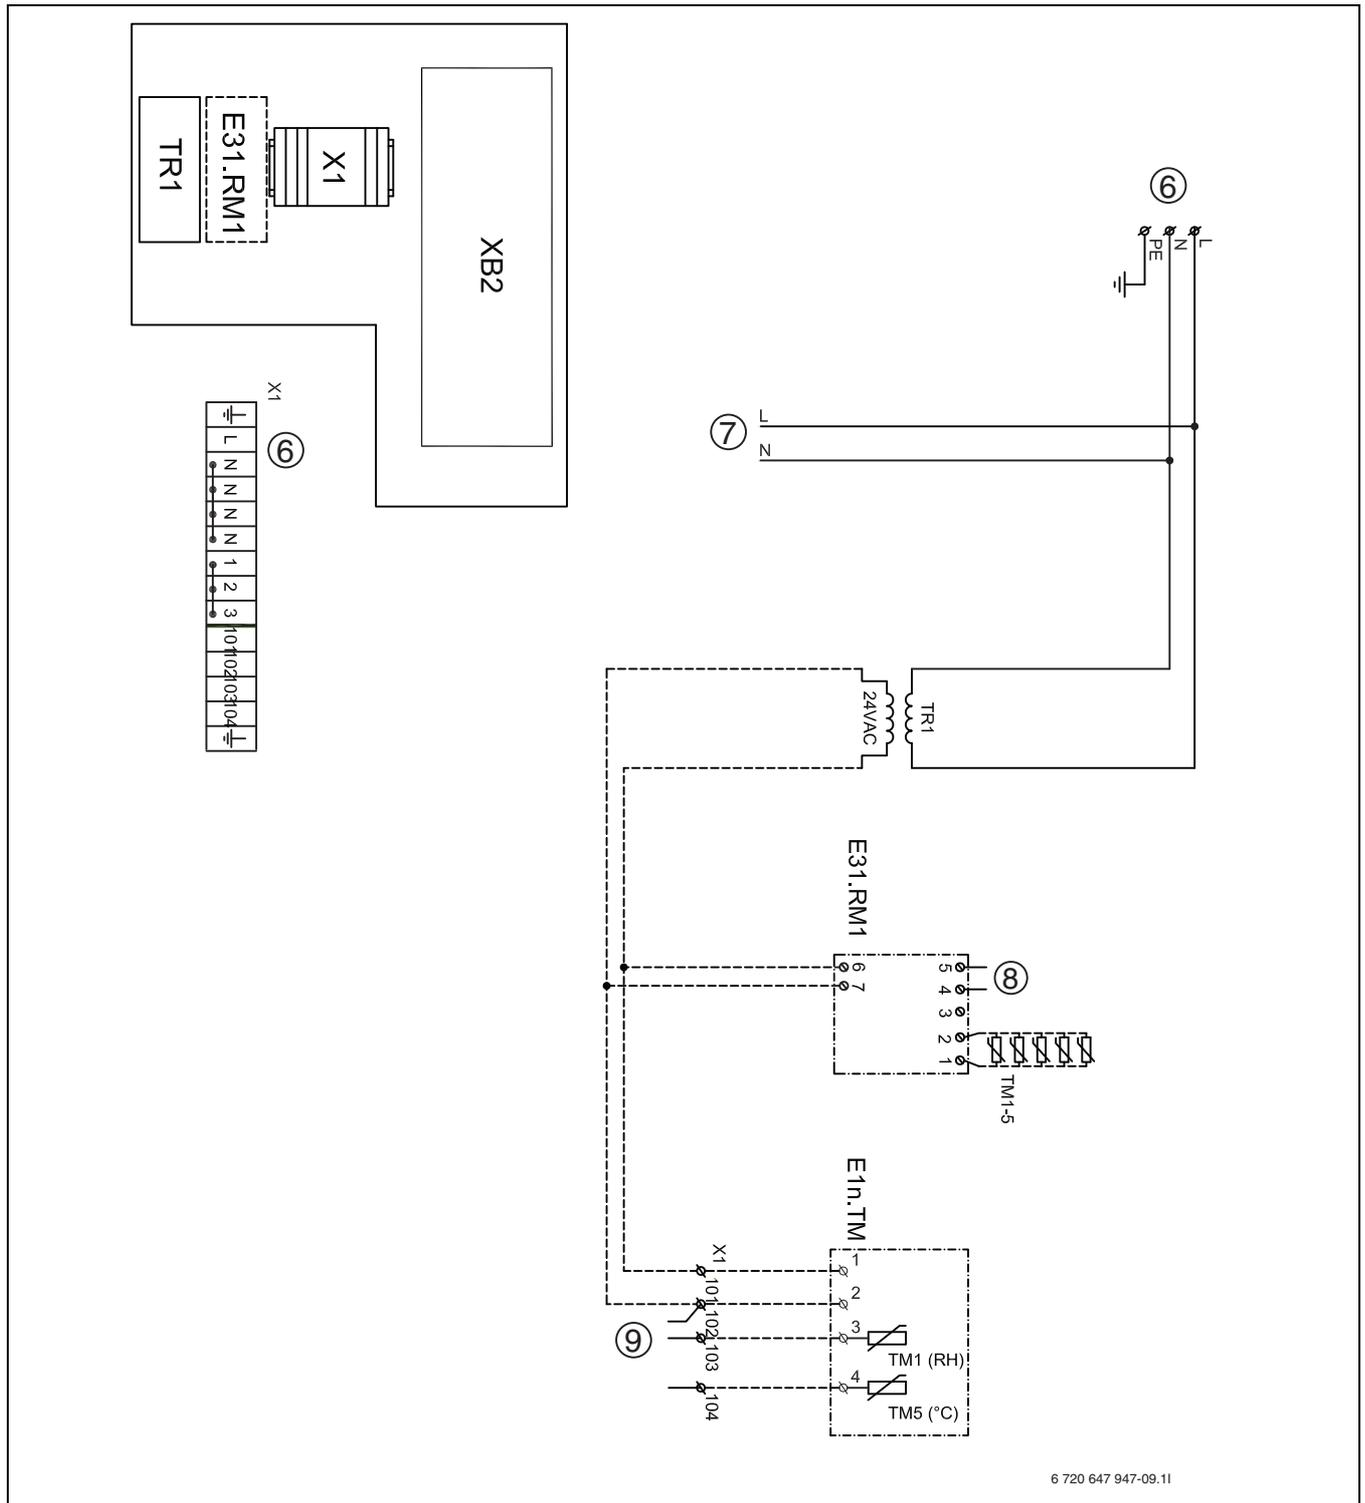

Рис. 22 Электрическая схема
- [7, 8, 9] (→ рис. 22, стр. 19)